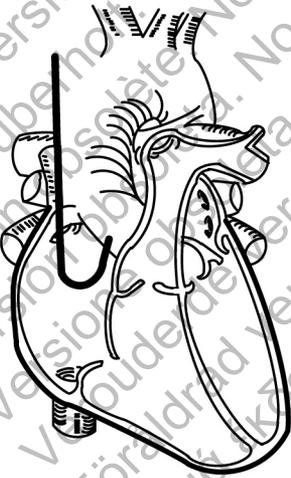

Abbildung 6. Atriale Platzierung
3. Zur Positionierung der vorgeformten atrialen J-förmigen Elektrode den Mandrin festhalten und die Elektrodenspitze unter Durchleuchtung vorschieben, bis sich die Spitze im Herzohr befindet (Abbildung 6 Atriale Platzierung auf Seite 18).